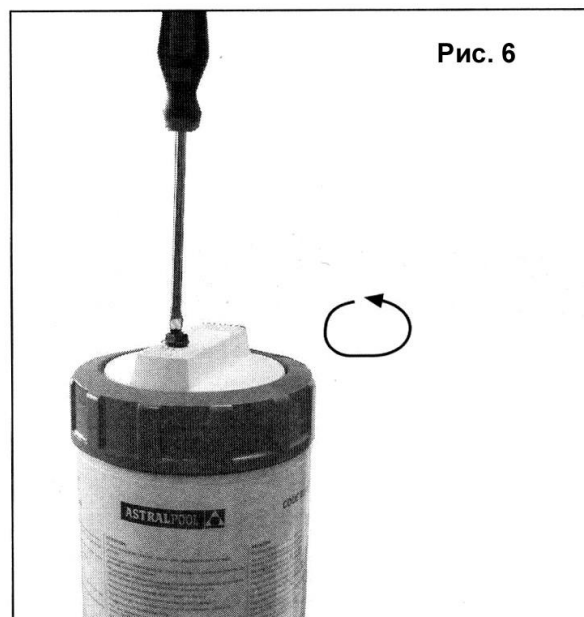

Рис. 4
3. В линии выпуска воды из дозатора должен быть установлен клапан. Крепление впускного и выпускного патрубков на трубе из поливинилхлорида (ПВХ) Ø20 (рис. 4) следует выполнять с помощью клея. Труба должна быть расположена вертикально, и при склеивании не должно наноситься слишком много клея, иначе излишки клея могут забить отверстия.